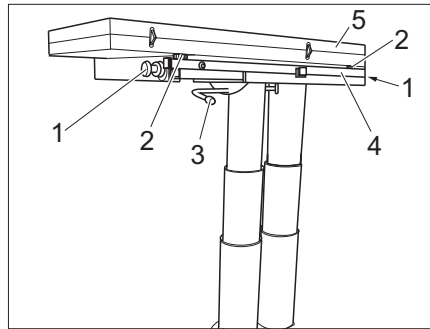

Fig. 110 Agrandar mesa
- Aflojar tornillos moleteados (Fig. 110,1) a ambos lados.
- Girar la palanca de bloqueo (Fig. 110,3) hacia la izquierda. La mesa elevadora está desbloqueada.
- Sacar la estructura inferior de la mesa (Fig. 110,4).
- Desplegar mitad de la mesa (Fig. 110,5).
- Ajustar la altura deseada del tablero de mesa con los dos tornillos (Fig. 110,2).
- Girar la palanca de bloqueo (Fig. 110,3) hacia la derecha. La mesa elevadora está bloqueada.
- Soltar la palanca de bloqueo (Fig. 110,3).
- Plegar la mitad de la mesa (Fig. 110,5).
- Atornillar dos tornillos de fijación (Fig. 110,2).
- Insertar la estructura inferior de la mesa (Fig. 110,4).
- Fijar tornillos moleteados (Fig. 110,1) a ambos lados.
- Girar la palanca de bloqueo (Fig. 110,3) hacia la izquierda. El bloqueo está abierto.
- En caso necesario atornillar los tornillos de fijación (Fig. 110,2).